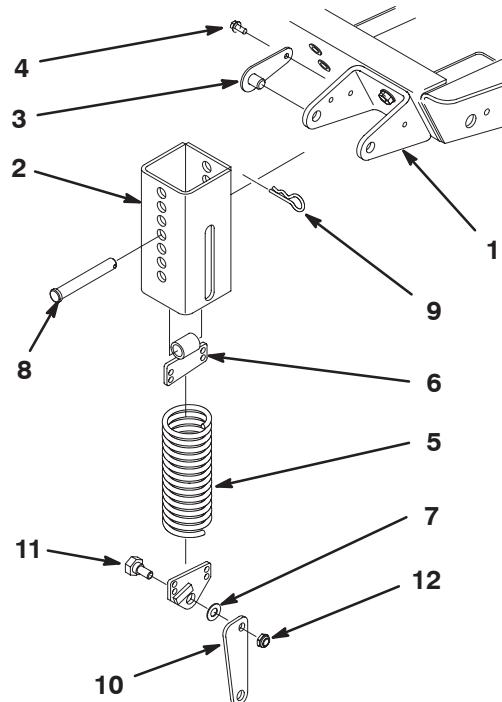
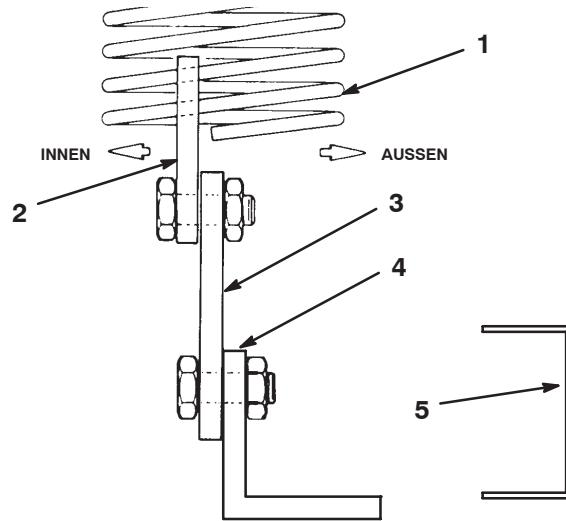

Bild 11
Bild 13
5. Drehen Sie die Spule der oberen Verlängerungsfeder in die Löcher am oberen Federende und die Spule der unteren Verlängerungsfeder in die Löcher am unteren Federende (Bild 11).
- Befestigen Sie das Kniegelenk am unteren Federende so, dass der breite Teil des Kniegelenks nach vorne und der Federendenanschlag nach außen zeigt. Befestigen Sie das Kniegelenk mit einer Schulterschraube und Sicherungsmutter außen am Federende (Bild 13) (Bild 11 und 12).
- Richten Sie die geschlitzten Löcher in der Federabdeckung (Schlitz zeigt nach unten) mit den Löchern in der Befestigungshalterung aus. Setzen Sie die Arretierstifte in die Halterungslöcher und befestigen Sie jeden mit einer Blechschraube an der Halterung (Bild 11). Ziehen Sie die Schrauben mit 27 Nm an.
- Setzen Sie die Feder und das obere Federende von unten in die Federabdeckung ein. Wählen Sie ein Loch, das der Schnithöhe des Mähwerks entspricht, d. h. das obere Abdeckungsloch entspricht der höchsten Höheneinstellung, das untere Abdeckungsloch entspricht der niedrigsten usw. Richten Sie das Loch am oberen Federende mit den ausgewählten Löchern in der Federabdeckung aus und setzen Sie einen Lastösenbolzen ein, um die Feder in der Abdeckung zu befestigen (Bild 11). Befestigen Sie den Lastösenbolzen mit einem Splint.